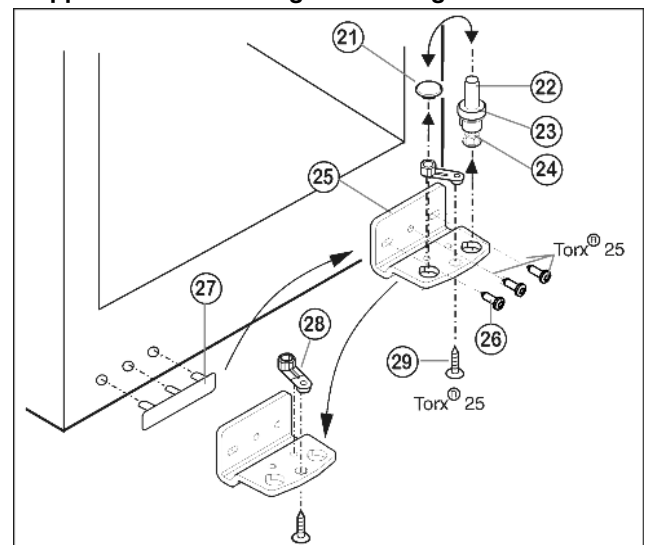

Fig. 12
- ▶ Lagerbout Fig. 12 (22) compleet met schijf Fig. 12 (23) en stelvoet Fig. 12 (24) vanaf de bovenkant eruit trekken.
- ▶ Dop Fig. 12 (21) omhoog tillen.
- ▶ Lagerbus Fig. 12 (25) losschroeven Fig. 12 (26).
- ▶ Lagerdeel Fig. 12 (28) eraf schroeven Fig. 12 (29) en in de tegenoverliggende opnameopening van de lagerbus aanbrengen en vervolgens weer vastschroeven.
- ▶ Afdekking aan de kant van de greep Fig. 12 (27) voorzichtig omhoog tillen en op de tegenoverliggende zijde aanbrengen.
- ▶ Lagerbus Fig. 12 (25) weer op de nieuwe scharnierzijde bevestigen, eventueel met behulp van een accuboormachine, met 4 Nm.
- ▶ Dop Fig. 12 (21) weer in de andere opening aanbrengen.
- ▶ Lagerbout Fig. 12 (22) compleet met schijf en stelvoet weer aanbrengen. Let op dat de vergrendelnok naar achter wijst.
- ▶ Onderste deur vanaf de bovenkant op de onderste lagerbout Fig. 12 (22) aanbrengen.